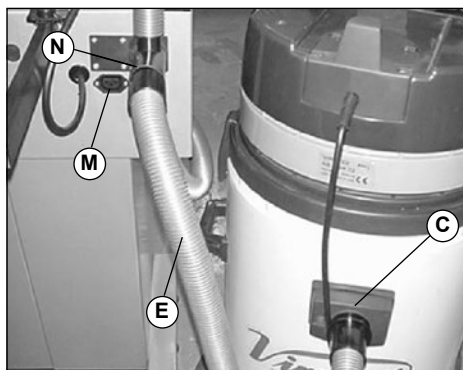

Fig. 4
- Włóż rurę w otwór C (Rys. 4) odciagu i w otwór N okleiniarki (Rys. 4).
- Włóż rurę w otwór C (Rys. 4) urządzenia odpylającego w odpowiednią końcówkę na elektronarzędziu.
- Upewnij się, że pływak (Rys. 4) nie jest uszkodzony ani blokowany przez żaden element, który mógłby blokować jego unoszenie. Funkcja pływaka polega na wyłączeniu ssania gdy zbiornik jest pełny lub gdy urządzenie przypadkowo się przewróci.